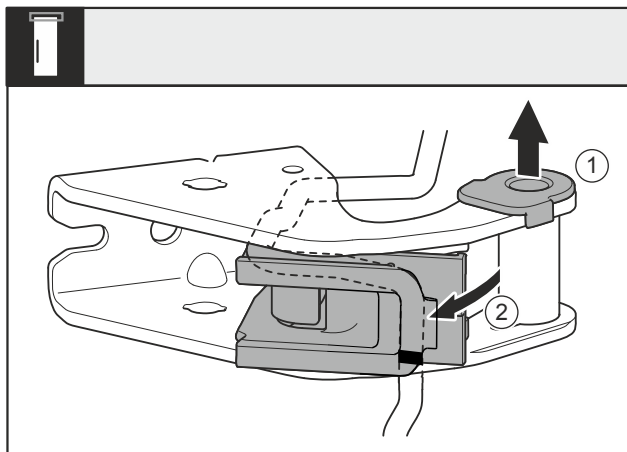

Fig. 26
- Húzza ki a csapágyperselyt Fig. 26 (1) a vezetősínből.
- Fordítsa ki a kábeltartót Fig. 26 (2).